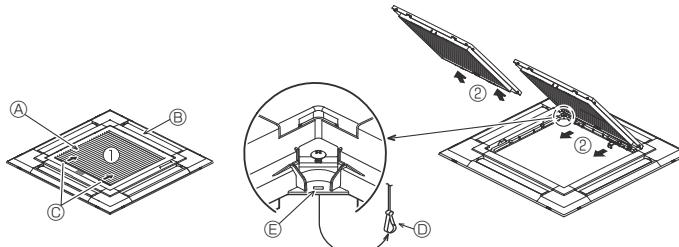

Fig. 9-3
9.2.1. Fjerne innsugningsgitteret (Fig. 9-3)
- Skiv spakene i retningen som pil ① viser, for å åpne innsugningsgitteret.
- Med innsugningsgitteret i "åpen" stilling fjerner du hengslene til innsugningsgitteret som vist med pil ②.
[Fig. 9-3] [Fig. 9-4]